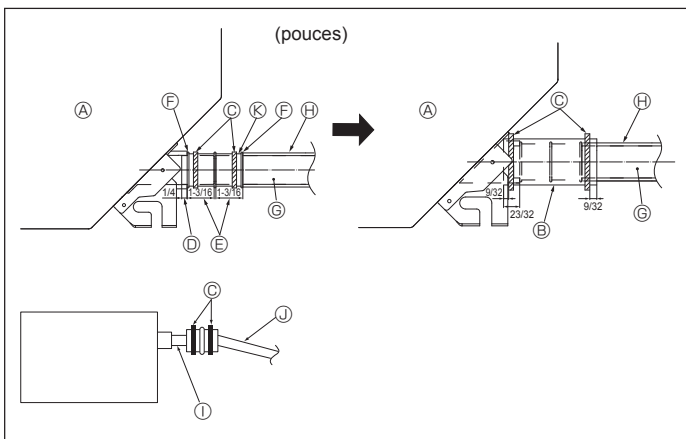

Fig. 4-2
1. Raccorder la prise d'écoulement (fourni avec l'appareil) au port de drainage. (Fig. 4-2) (Apposer le tube à l'aide de ruban adhésif en PVC puis le fixer avec une sangle.)